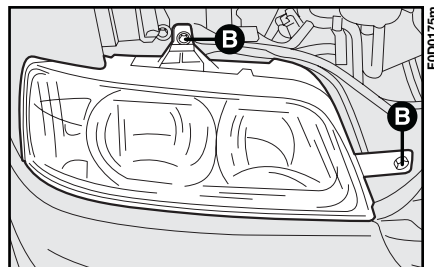
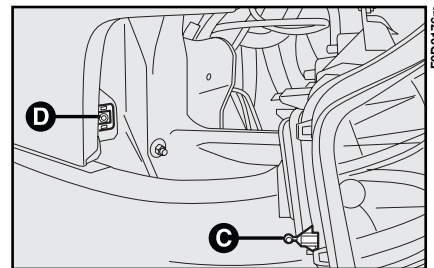

fig. 10
fig. 11
- 2) svitare le due viti di bloccaggio **B-fig. 10** e smontare il faro sganciando il perno **D-fig. 11** dall'incastro **C**;